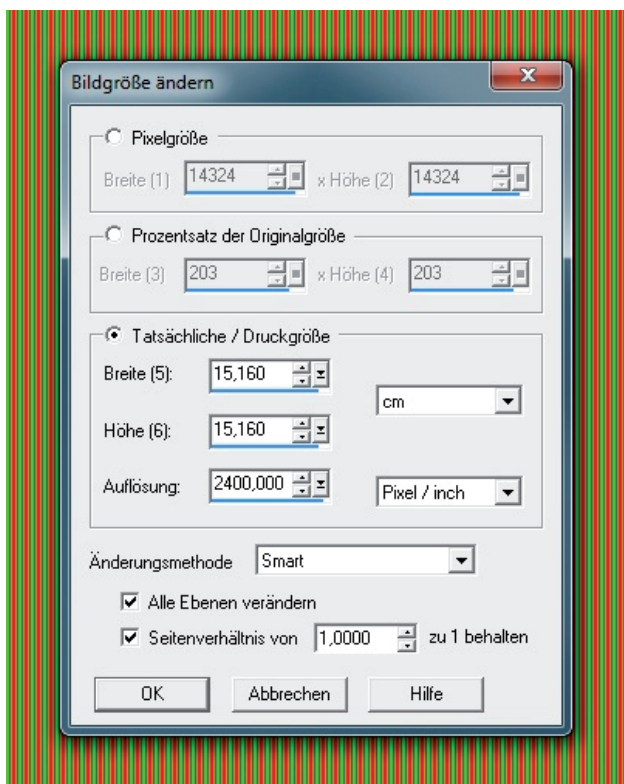

Abb. 11: Weisen Sie Ihrem Bild in einem geeigneten Programm die errechnete Bilgröße und Auflösung zu.
3. Öffnen Sie das Testbild jetzt z.B. im Programm Adobe Photoshop (Abb. 11). Gehen Sie in den Druckgrößendialog und geben Sie dem Bild die errechnete Größe und die Auflösung Ihres Workflows.